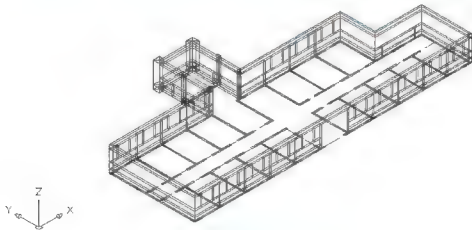
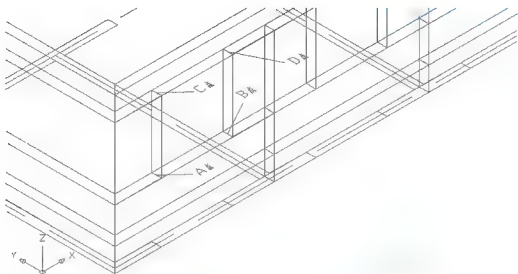

图 6.16 绘制窗上部墙体
图 6.17 调整视图
(1) 用【ELEV】命令绘制窗上部墙体。
① 在命令行输入“ELEV”后按 Enter 键。
② 在指定新的默认标高 0.0000：提示下，按 Enter 键，表示当前标高为“0”，即多段线的起点设在 XY 平面上。
③ 在指定新的默认厚度 0.0000：提示下，输入“600”，表示当前厚度为 600mm，即窗上部墙体的高度。
(2) 启动【多段线】命令，此时当前线宽仍为“240”。
① 在指定起点：提示下，捕捉宿舍楼的任一转角点。
② 在指定下一点或 [圆弧(A)/闭合(C)/半宽(H)/长度(L)/放弃(U)/宽度(W)]: 提示下，依次捕捉宿舍楼的其他转角点，最后输入“C”后按 Enter 键结束命令，结果如图 6.16 所示。
将当前层切换为【门窗框】图层,并打开图6.16所示的图形文件,用【窗口缩放】命令将视图调整至图6.17所示的状态。
(1) 在命令行输入“UCS”后按Enter键,执行【UCS】命令设置当前用户坐标系。
① 在指定UCS的原点或[面(F)/命名(N)/对象(OB)/上一个(P)/视图(V)/世界(W)/X/Y/Z/Z轴(ZA)]世界:提示下,输入“3”,表示用3点来定义用户坐标系。
② 在指定新原点:0,0,0:提示下,用端点捕捉如图6.17所示的A点作为新用户坐标的原点。
③ 在在正X轴范围上指定点:202,281,150:提示下,用端点捕捉如图6.17所
① 在在UCS XY平面的正Y轴范围上指定点 261, 282, 150。：提示下，再次用端点捕捉如图6.17所示的C点，则A点和C点的连线即为新用户坐标系的Y轴，其方向为由A点到C点。
(1) 启动【多段线】命令(快捷键 PL)。
(2) 在指定起点: 提示下,捕捉如图 6.17 所示的 B 点作为多段线的起点。
(3) 在指定下一个点或 [圆弧(A)/半宽(H)/长度(L)/放弃(U)/宽度(W)]: 提示下,输入“W”后按 Enter 键。
(4) 在指定起点宽度: 0.0000 : 提示下,输入“160”后按 Enter 键。
(5) 在指定端点宽度: 160.0000 : 提示下,按 Enter 键执行尖括号内的默认值“160.0000”。
(6) 在指定下一点或 [圆弧(A)/闭合(C)/半宽(H)/长度(L)/放弃(U)/宽度(W)]: 提示下,依次捕捉如图 6.17 所示的 A 点、C 点和 D 点。